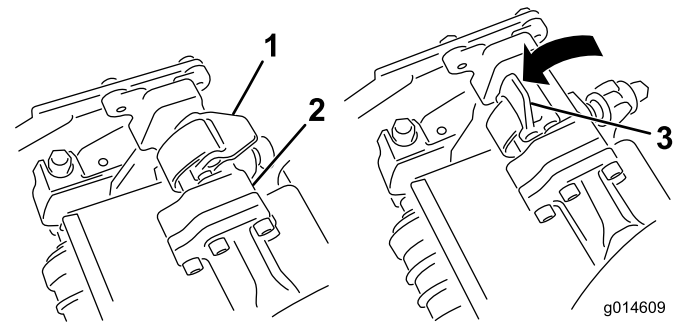

図 33
5. ラッチを下げるとカッティングユニットのバーがロックされてユニットがアームにセットされる (図 33)。
5. 取り外したいカッティングユニットのサスペンションアームのバーについているラッチを開く(図33)。